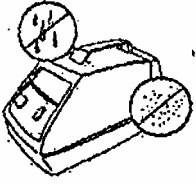

Рис.9
1) Матрац должен находиться на сухом месте. Избегайте попадания пыли и воды. Рисунок 9.